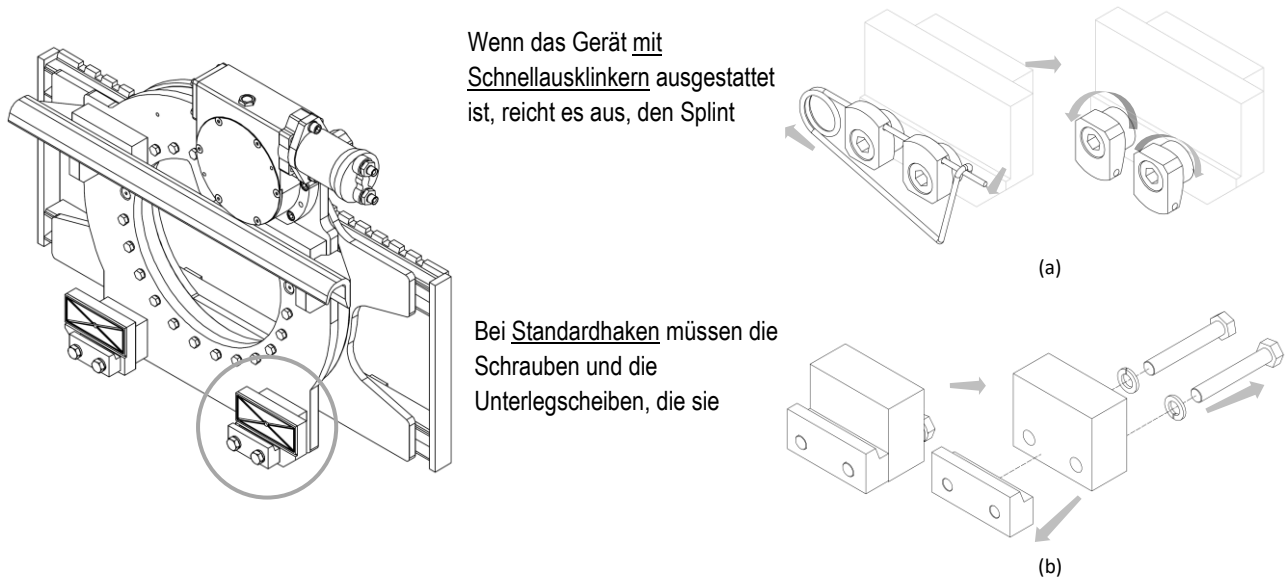

Abbildung 9
5. Nehmen Sie die unteren Haken vom Gerät ab und fetten Sie die Gleitstangen ein (siehe *Abbildung 9*).